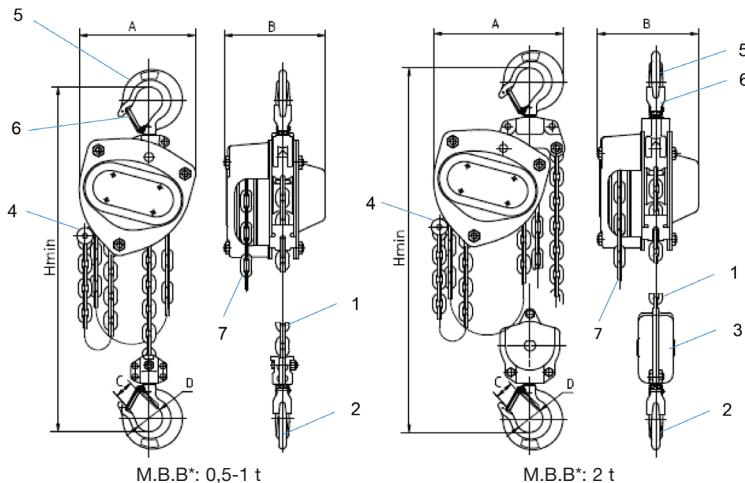

fig. 1
Tralift™ Cleantech taljen leveres med en løftekæde (nr. 1, fig. 1) og en manøvreringskæde (nr. 7, fig. 1) kompatibel med en standard løftekæde på 3 m.
Løftekæden består af en eller flere strenge (se §2 Tekniske specifikationer) med en løftekrog for enden ved lasten (nr. 2, fig. 1) og ved den anden ende (for enden af den slappe streng) er løftekæden fastgjort ved et nederst endestop (nr. 4, fig. 1) som igen er fastgjort til apparatet.
- Kontroller at krogene (nr. 2, fig. 1) og sikkerhedspalerne er i god stand (nr. 6, fig. 1).
- Kontroller, at løftekædens ende ved den slappe streng er sat fast på apparatets nederste endestop (nr. 4, fig. 1).
- Kontroller, at Tralift™ Cleantech taljen er hængt korrekt op i krogen (nr.5, fig.1) og at sikkerhedspalen (rep.6, fig.1) er lukket korrekt (se figur 2 og 3).